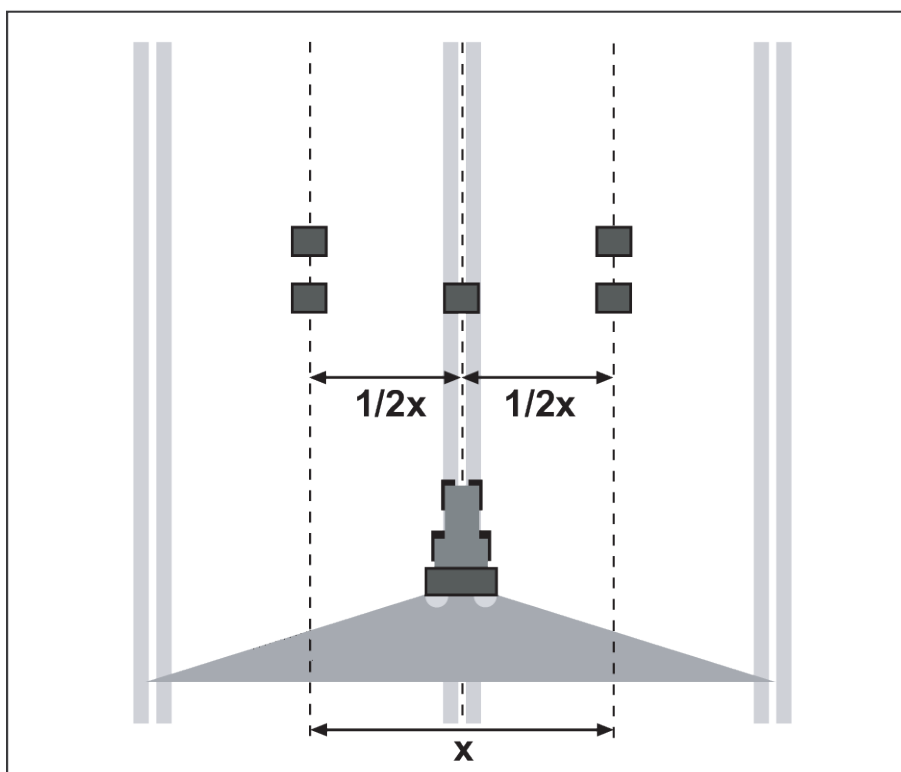

Fig. 53: Installation dans le cadre d'un passage
- ▶ Installer deux bacs récupérateurs l'un derrière l'autre séparés par un écart de **1 m** dans les zones de recouvrement (entre les passages de roue) et un bac récupérateur dans la voie centrale (selon Fig. 53).